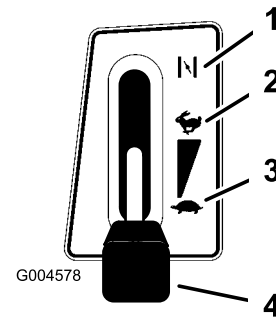

Figure 13
5. Placez la manette d'accélérateur en position de starter (Figure 13).
7. Lorsque le moteur a démarré, amenez progressivement la manette d'accélérateur en position haut régime (Figure 13). Si le moteur cale ou hésite, ramenez la manette d'accélérateur en position de Starter pendant quelques secondes, puis placez-la en position Régime maximum. Répétez l'opération si nécessaire.
1. Placez la manette d'accélérateur en position de ralenti (Figure 13).